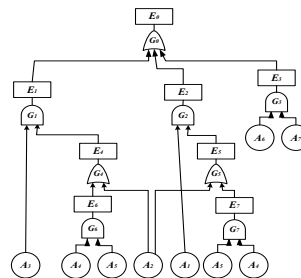

Рис. 1
6. Построить структурную надежность схему, используя дерево событий, представленное на рис. 1.